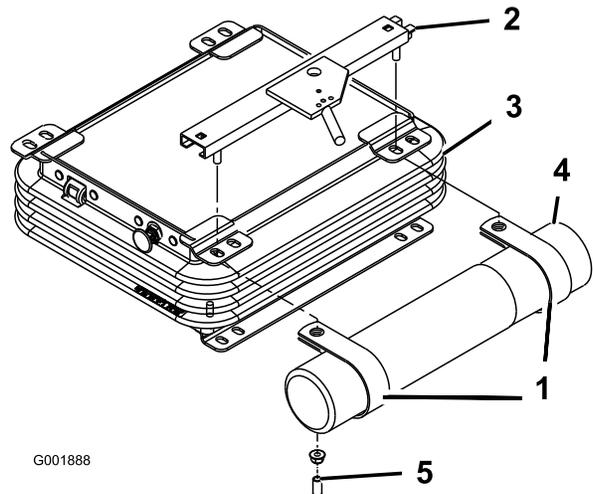

図 7
2. 上シートブラケットをシートサスペンションの左側に固定しているナット2個とビニルキャップを取り外す（既に取り付けていた場合）（図 7）。
3. 今はずしたナット2個でRクランプをシートブラケットのスタッドに仮止めする（図 7）。Rクランプはシートサスペンションのタブの下になるように取り付けること。
4. Rクランプに筒を取り付け、ナットを締め付ける（図 7）。